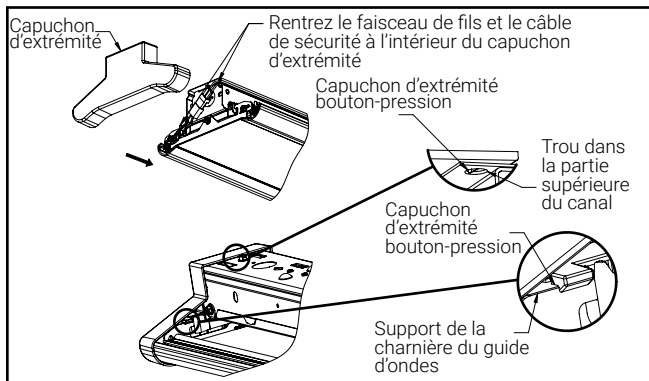

Figure 6
- Retirez la pellicule protectrice du guide d'ondes. Retirez les capuchons d'extrémité de la boîte de pièces, puis fixez-les au luminaire. Repliez le faisceau de fils et le câble de sécurité lors de l'installation. Les boutons-pression des capuchons d'extrémité (3 emplacements) doivent être complètement insérés dans le support et le canal du guide d'ondes. Placez d'abord le capuchon d'extrémité inférieur sur le guide d'ondes, puis faites-le pivoter en position verticale et appuyez pour insérer les boutons-pression. (Figure 6)